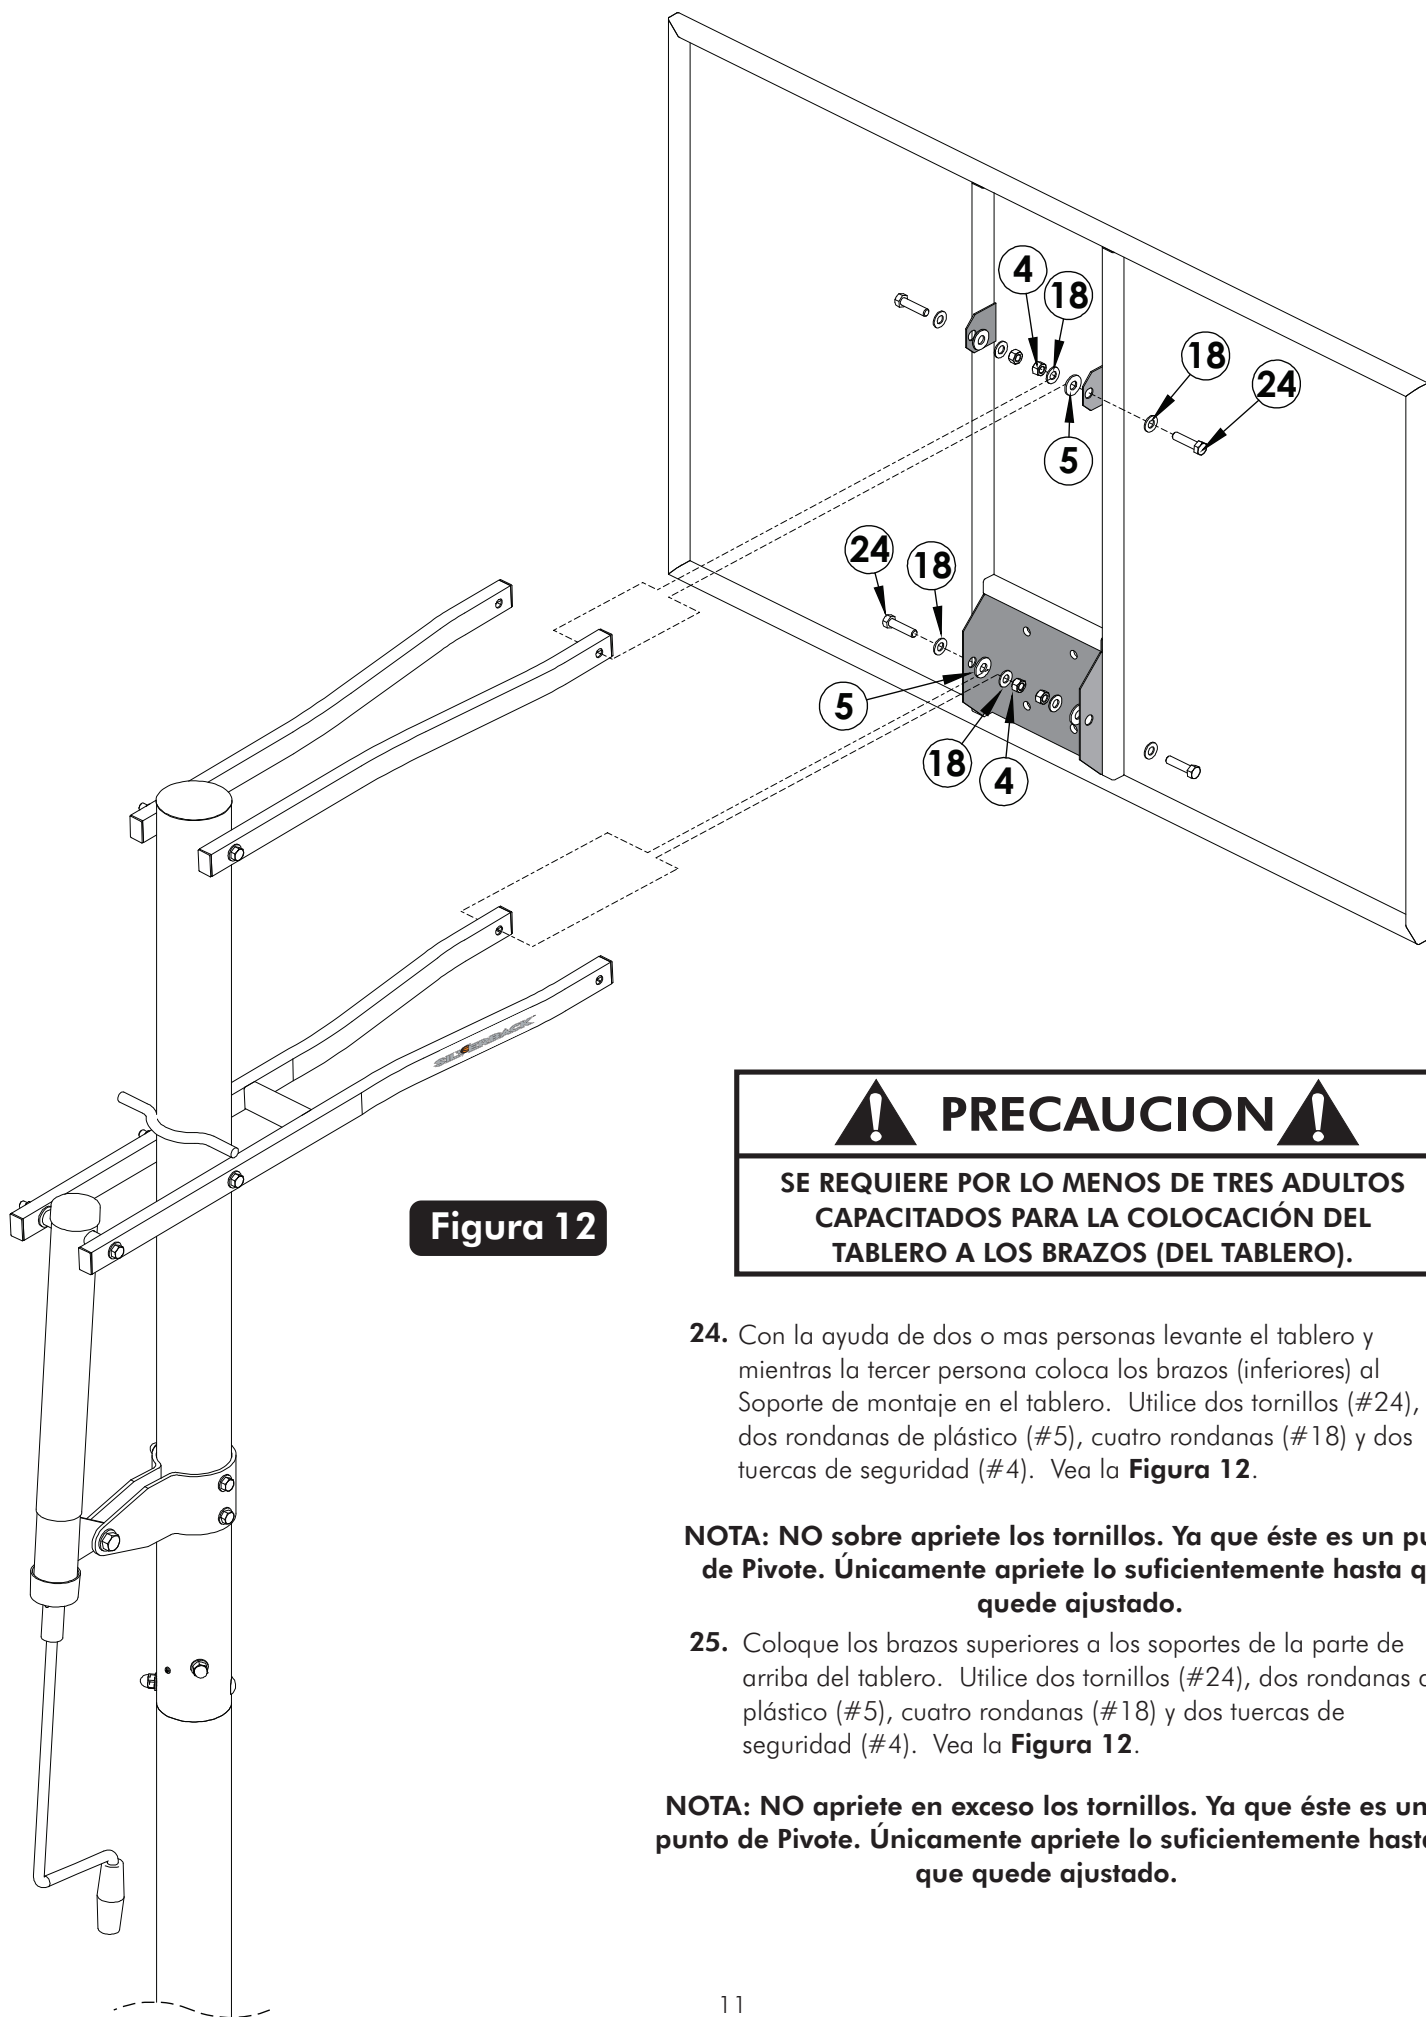

Figura 12
- 24.** Con la ayuda de dos o más personas levante el tablero y mientras la tercer persona coloca los brazos (inferiores) al Soporte de montaje en el tablero. Utilice dos tornillos (#24), dos rondanas de plástico (#5), cuatro rondanas (#18) y dos tuercas de seguridad (#4). Vea la **Figura 12**.
- 25.** Coloque los brazos superiores a los soportes de la parte de arriba del tablero. Utilice dos tornillos (#24), dos rondanas de plástico (#5), cuatro rondanas (#18) y dos tuercas de seguridad (#4). Vea la **Figura 12**.